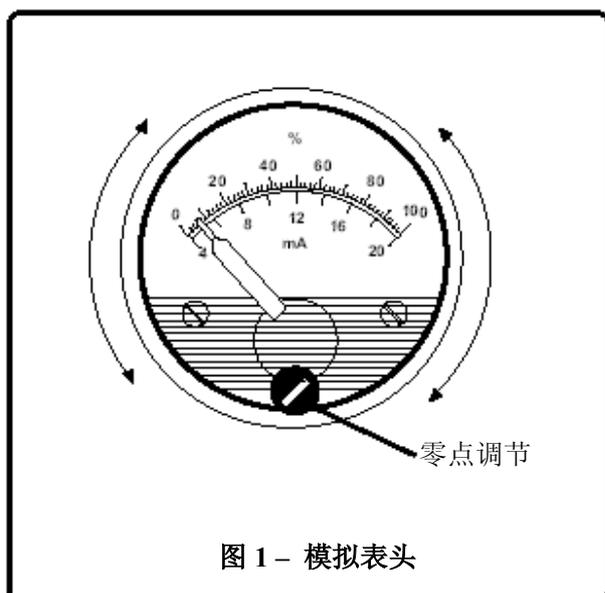

图1 - 模拟表头
模拟型表头的校验仅涉及调零。图1显示模拟输出表及零点调节的位置。
- 在回路未通电时，调节零点螺丝以准确地读取刻度上的真实零点标记（图1）。